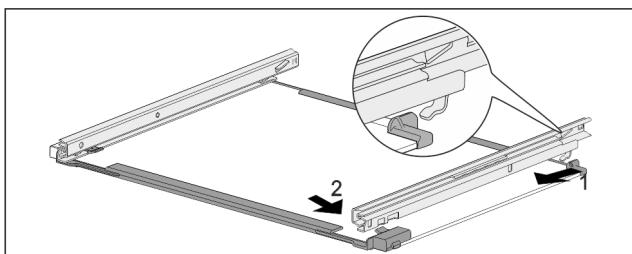

Fig. 160 Glasplatte mit Schienen
- Schiene hinten einhaken. Fig. 160 (1)
- Schiene vorne einrasten. Fig. 160 (2)